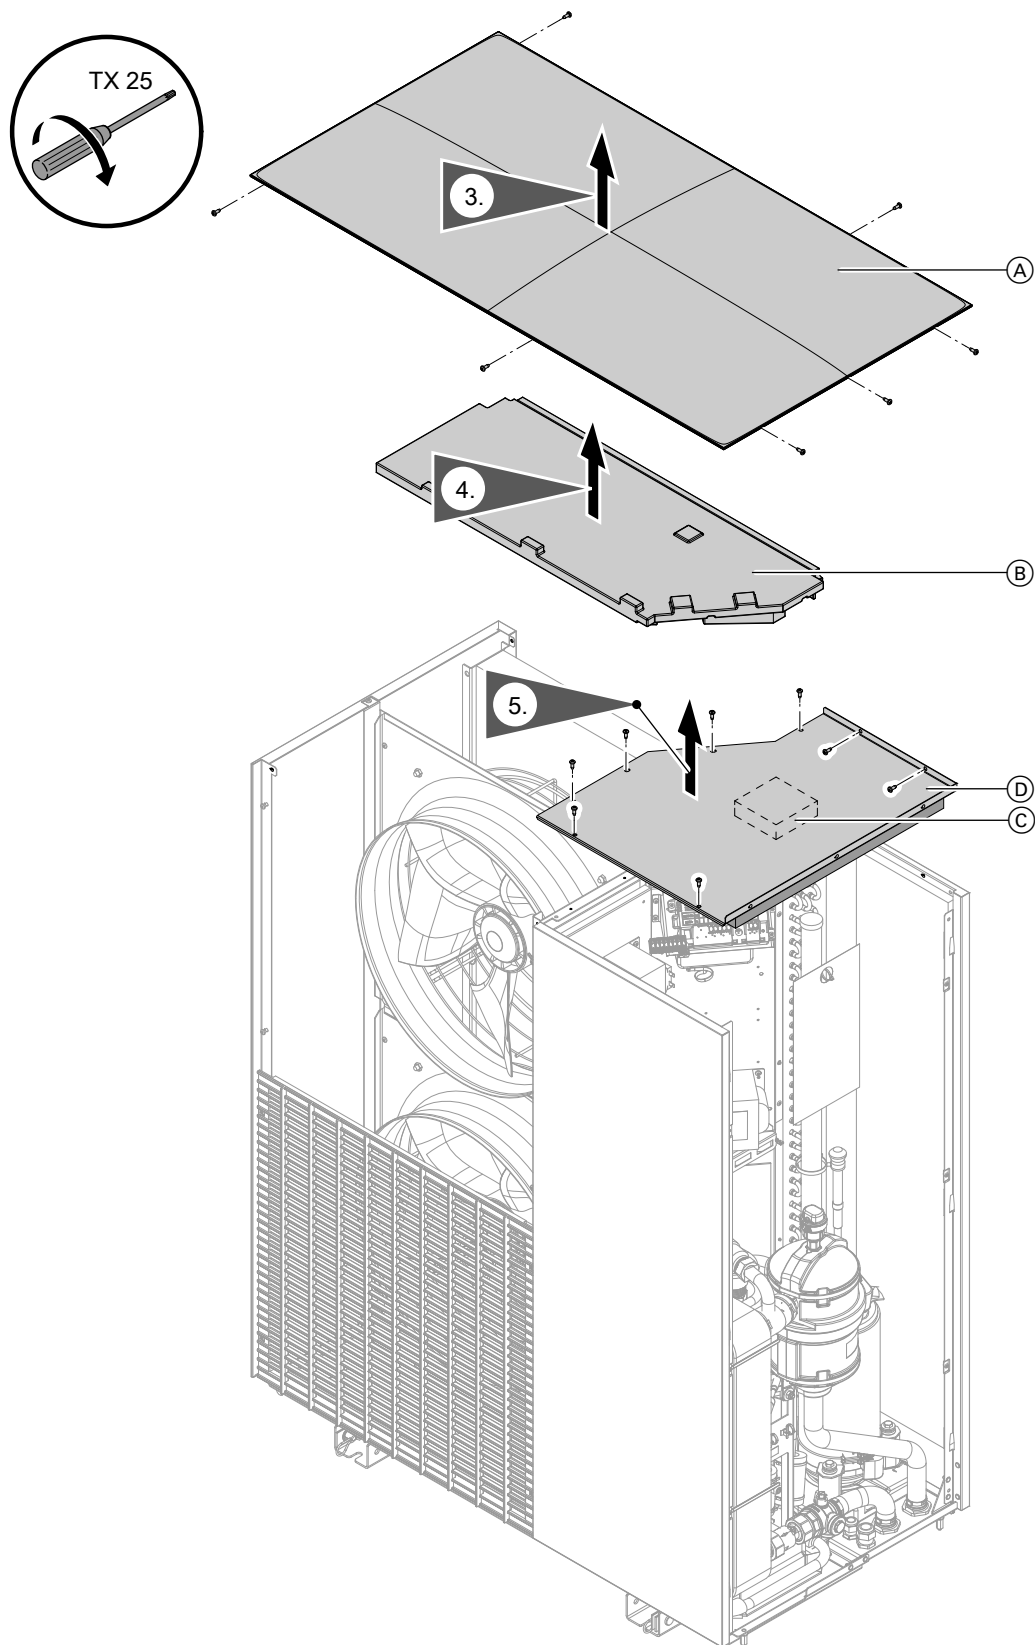

Abb. 104
3. Deckel abbauen: Siehe Abb. 104.
2. Deckel abbauen: Siehe Abb. 104.